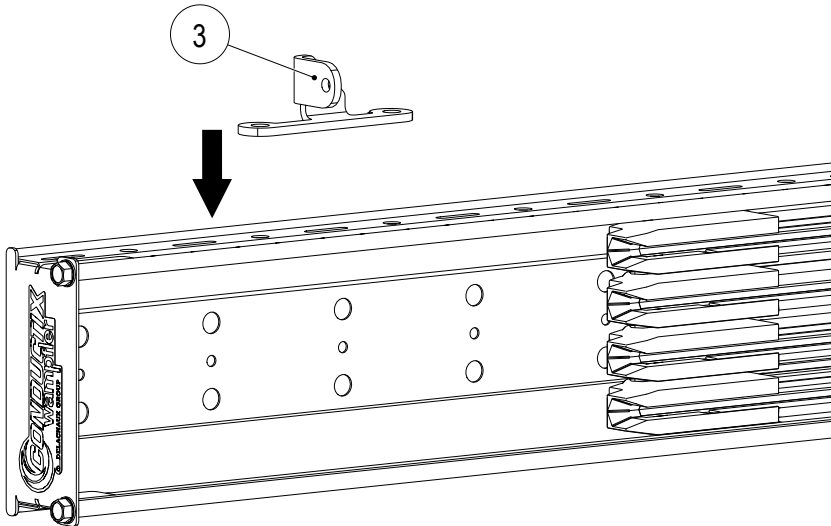
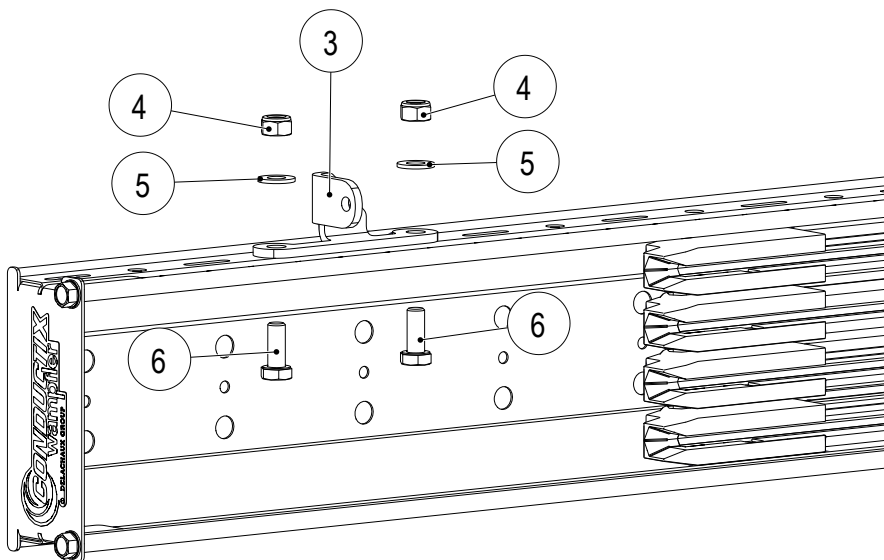

Abb. 42: Halter (3) auf das ProShell-Tragprofil ausrichten
Abb. 43: Halter (3) mit den Verschraubungen (4,5 und 6) auf das ProShell-Tragprofil montieren
- Den Halter (3) der Spanneinheit an die Unter- oder Oberseite des ProShell-Tragprofils mithilfe der Sechskantschraube M6 (6), Scheibe (5) und Sechskantmutter (4) mit einem Gabelschlüssel SW10 anziehen (siehe Abb. 42 und Abb. 43).